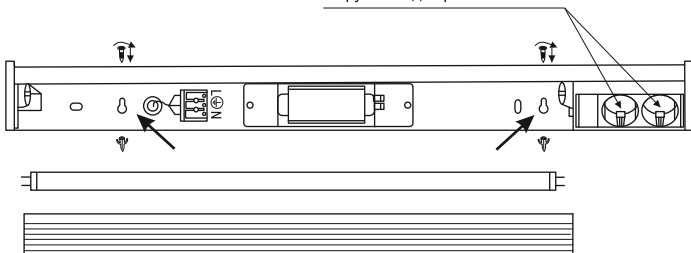

Рисунок 2
- закрепите корпус светильника на монтажной поверхности при помощи винтов самонарезающих и дюбелей, входящими в комплект светильника (рисунок 2);